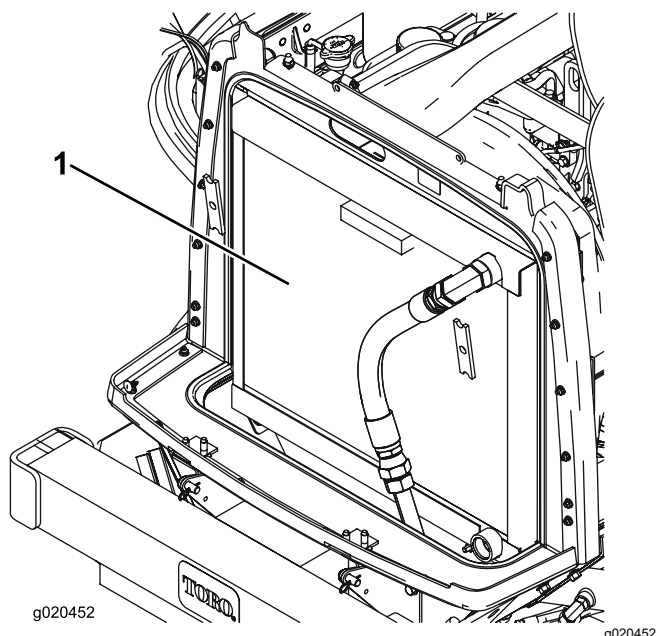

Рисунок 73
3. Тщательно очистите сжатым воздухом область с обеих сторон радиатора и маслоохладителя (Рисунок 73).